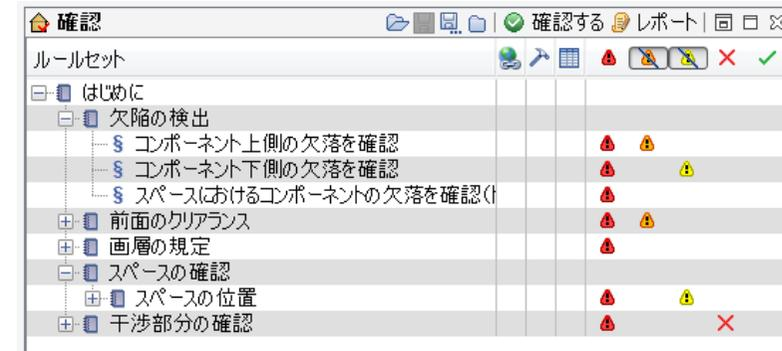

図37 重要度が中と低い項目を隠す
「重要度が高 🔴」問題のみを表示するにはテーブルの見出しから「中 🟡」と「低 🟢」のアイコンをクリックし、アクティベートします。(図37を参照)
- 2) ルールセットのテーブルから「欠陥の検出」（図 37 を参照）の横にある「+」（Mac OS では ）を選択し、ルール項目を表示してください。